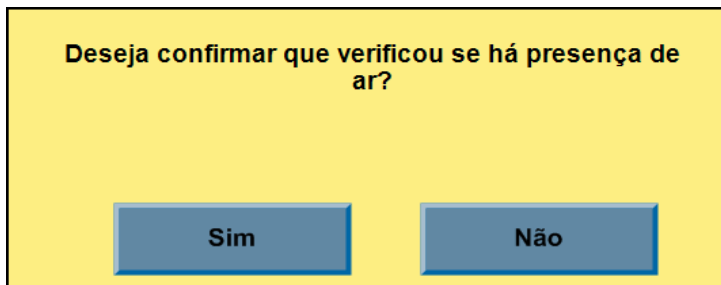

Figura 10 - 2: Confirmação para verificar a presença de ar
2. Faça a verificação da presença de ar. Consulte Figura 10 - 2: Confirmação para verificar a presença de ar.